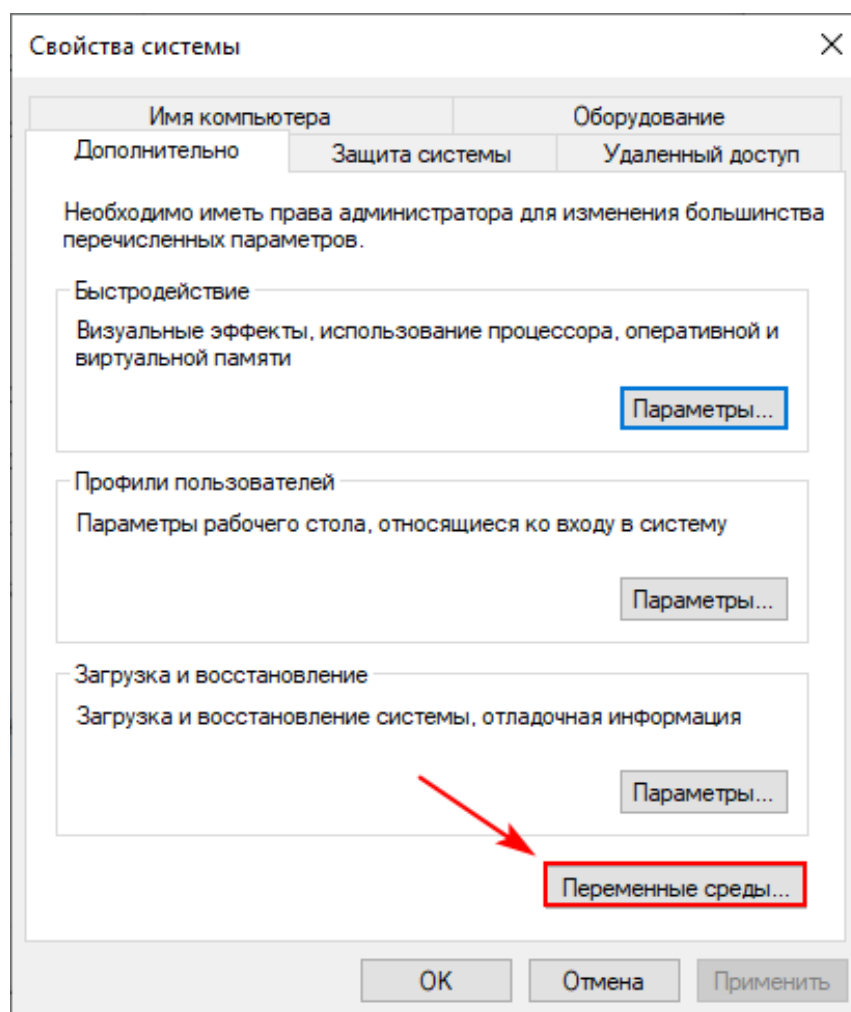

Рисунок 419 - Свойства системы
2. В окне **Свойства системы** нажмите на **Переменные среды...** (Рисунок 419).